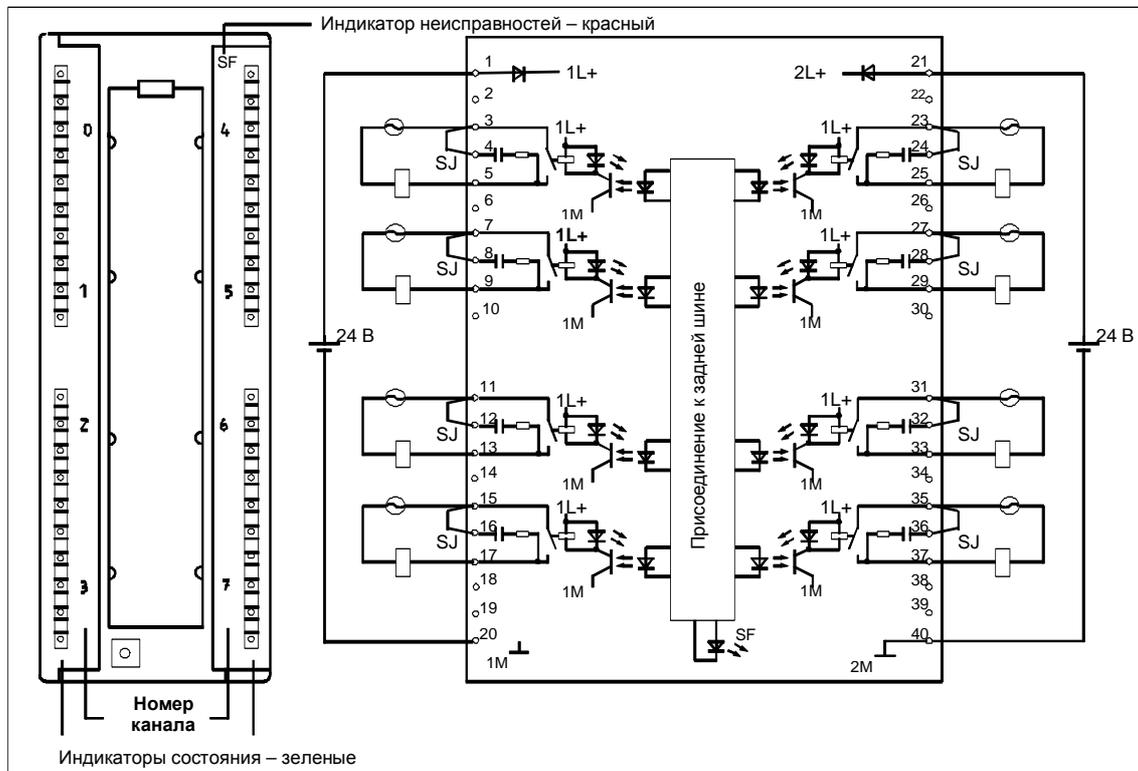

Рис. 3–32. Внешний вид и принципиальная схема SM 322; DO 8 x Rel. 230 VAC/5A
Защита контактов от перенапряжений осуществляется установкой переключек (SJ) на модуле между клеммами 3 и 4, 7 и 8, 12 и 13 и т.д. (см. рис. 3–32).